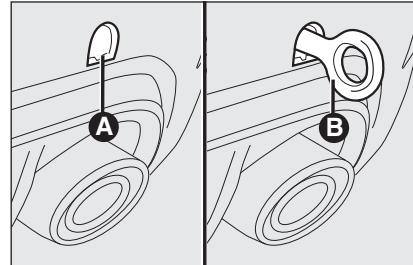

fig. 43
- sganciare il tappo **A** (presente solo nella parte posteriore fig. 43);